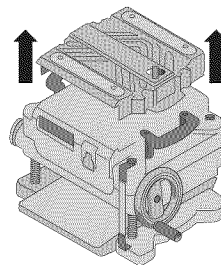

FIG. 2
4. Gire la tapa de polvo moviéndola hacia arriba de modo que la conexión redonda que se cierra con la carcasa del ventilador quede en posición abierta (Fig. 2).
2. Quite la cubierta de polvo (Fig. 2 y 3) y déjela a un lado.